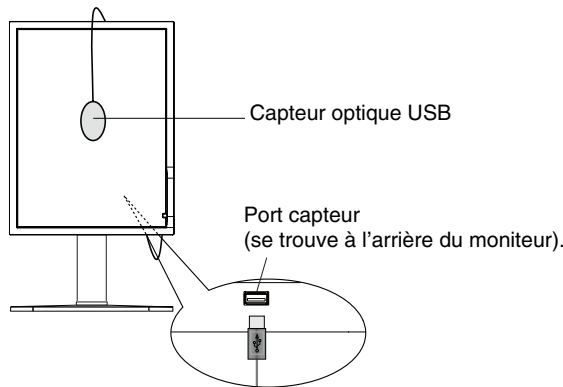

Figure S.1
1. Pour afficher le menu CALIBRAGE, branchez le capteur optique USB au port capteur (**Figure S.1**) ou sélectionnez CALIBRAGE AUTOMATIQUE dans le menu avancé (page 20).
6. Lors de la procédure, on vous demandera de placer le capteur optique USB au centre du panneau d'affichage (**Figure S.4**). Inclinez le panneau d'affichage d'environ 5° vers l'arrière et placez le capteur optique USB au centre du panneau d'affichage (**Figure S.1**).